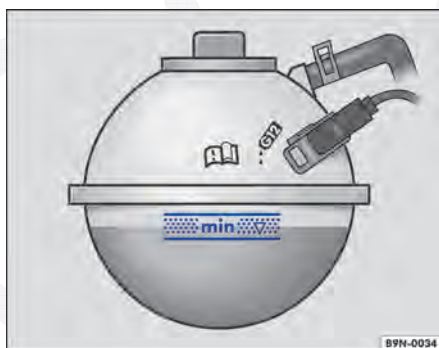

Fig. 207 No compartimento do motor: marcar no reservatório do líquido de arrefecimento do motor.
- Com o motor frio, verificar o nível do líquido de arrefecimento do motor pela marca lateral do reservatório de expansão do líquido de arrefecimento do motor ⇒ Fig. 207. O nível do líquido de arrefecimento do motor deve estar entre as marcas.
- O nível do líquido de arrefecimento do motor deve estar entre as marcas do reservatório do líquido de arrefecimento do motor ⇒ Fig. 207. **Não reabastecer até acima do canto superior da faixa marcada** ⇒ ⓘ.
- Abastecer com líquido de arrefecimento do motor somente até a borda superior da faixa marcada ⇒ Fig. 207. Caso contrário, ao aquecer-se, o líquido excedente será expulso do sistema de arrefecimento do motor e poderá ocasionar danos.